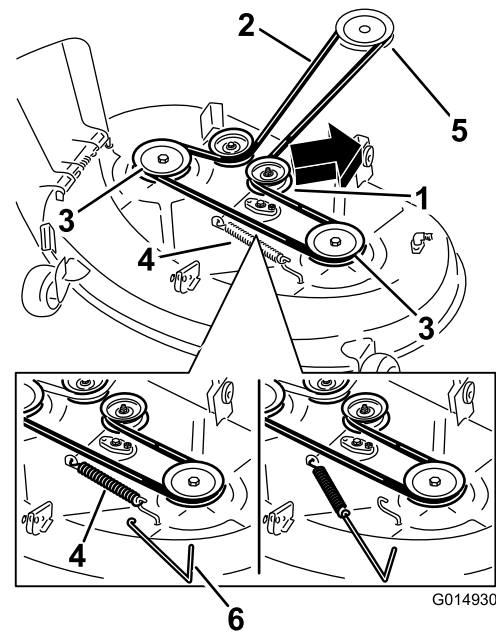

Figure 60
4. À l'aide d'un outil de dépose de ressort (réf. Toro 92-5771), décrochez le ressort du crochet sur le tablier pour éliminer la tension sur la poulie de tension et déchaussez la courroie des poulies (Figure 60).
5. Acheminez la courroie neuve autour de la poulie du moteur et des poulies du tablier de coupe (Figure 60).
6. À l'aide d'un outil de dépose de ressort (réf. Toro 92-5771), accrochez le ressort au crochet situé sur le tablier, ce qui a pour effet d'exercer une tension sur la poulie de tension et la courroie du tablier de coupe (Figure 60).